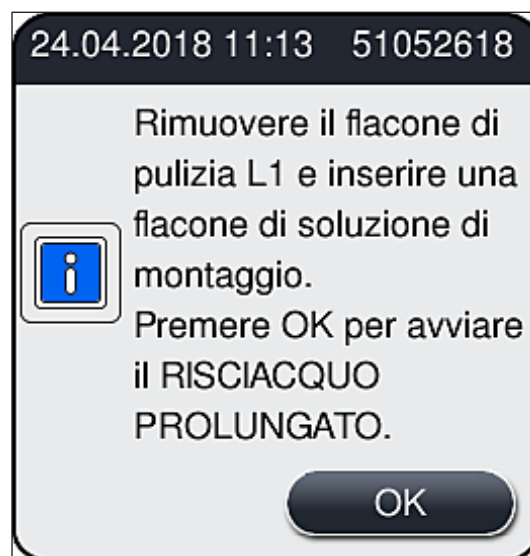

Fig. 105
- » Successivamente viene chiesto all'utente di rimuovere il flacone per pulizia dallo strumento e di inserire un nuovo flacone di soluzione di montaggio. Dopo l'inserimento del flacone confermare il messaggio informativo (→ Fig. 105) selezionando **OK**. Smaltire il contenuto del flacone per pulizia conformemente alle direttive del laboratorio.